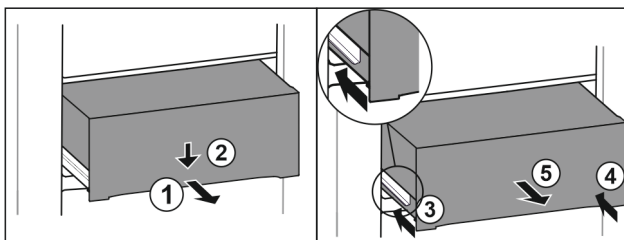

Fig. 146
- ▶ Вытяните выдвижной ящик наполовину. Fig. 146 (1)
- ▶ Вдавите выдвижной ящик в передней части вниз. Fig. 146 (2)
- ▶ Задвиньте левую направляющую прим. на 2 см. Fig. 146 (3)
- ▶ Задвиньте правую направляющую прим. на 2 см. Fig. 146 (4)
- ▶ Извлеките выдвижной ящик движением вперед. Fig. 146 (5)